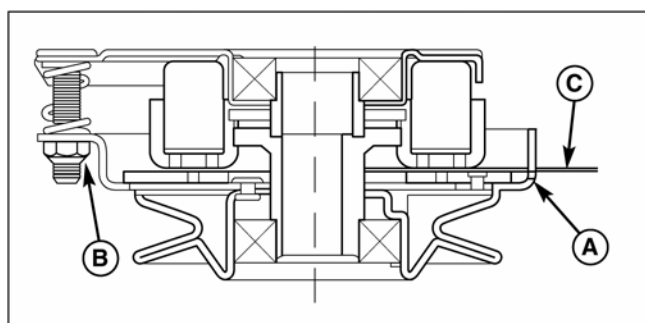

Рис. 24. Отрегулируйте муфту ВОМ
3. Вставьте шаблон зазора 0,012"-0,015" (2,5-4мм) (С) в каждое окно, располагая его между диском и основанием, как показано на рис. 24.
4. Поочередно затягивайте регулировочные гайки (В, рисунок 24) до тех пор, пока поверхности диска и основания не войдут в контакт с щупом.